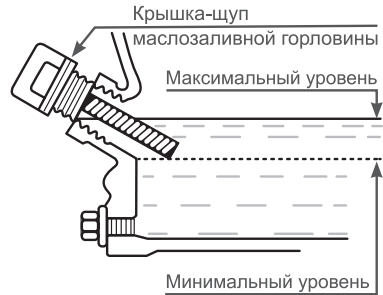

Рис. 10. Уровень масла в картере двигателя
4. Установите крышку-щуп в отверстие горловины, не закручивая (Рис. 10).
*Максимальный уровень масла в картере соответствует нижней кромке заливного отверстия (Рис. 10).*
При недостаточном уровне масла в картере необходимо долить чистое масло до верхней отметки на щупе, что соответствует нижней кромке заливного отверстия (Рис. 10).